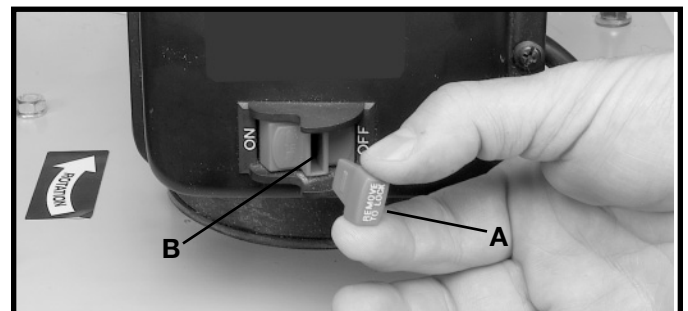

Fig. 20
IMPORTANT: Lorsque l'appareil est inutilisé, l'interrupteur doit être verrouillé en position d'arrêt pour empêcher toute utilisation non autorisée. Pour verrouiller l'appareil, saisir la bascule de l'interrupteur (B) fig. 20, et la retirer de l'interrupteur comme indiqué. Une fois la bascule de l'interrupteur (a) retirée, l'interrupteur ne fonctionnera pas. Cependant, si la bascule de l'interrupteur est retirée tandis que l'appareil est en marche, il sera possible de l'éteindre et non de le redémarrer sans réinsérer la bascule de l'interrupteur (B).